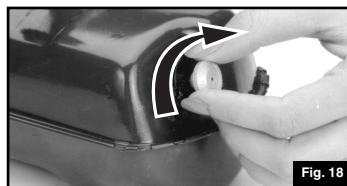

Fig. 18
■ Cierre la PERILLA DE LA BOMBA. (Fig. 18)